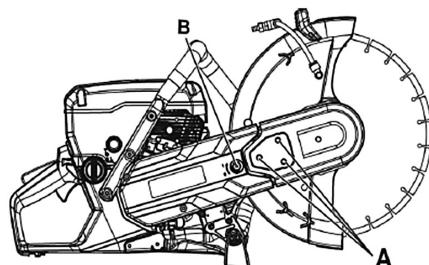

Рис. 23 Натяжение нового приводного ремня
Ослабьте три гайки (A), повернув их на один оборот против часовой стрелки (Рис. 23).